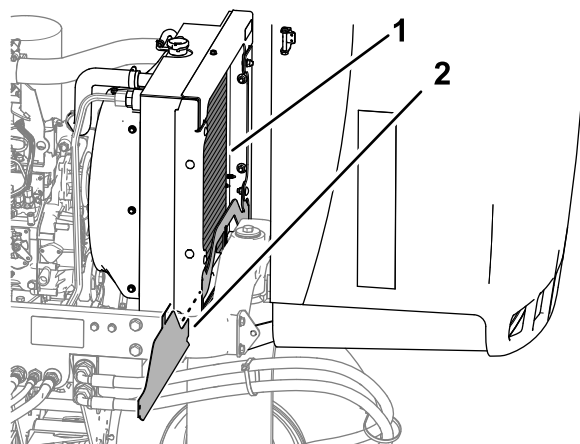

Figura 82
5. Curățați bine ambele părți ale zonei radiatorului cu apă sau aer comprimat (Figura 82).
4. Îndepărtați grila de protecție inferioară a radiatorului (Figura 82).